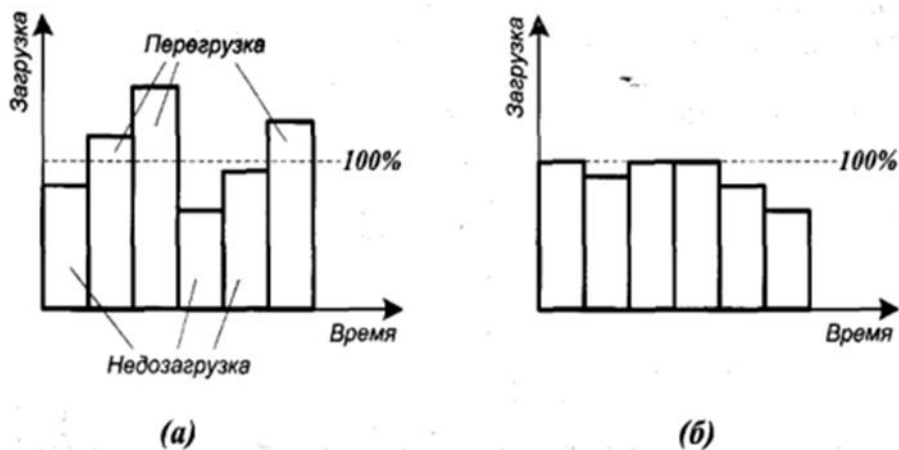

Рис. 5.15 Виды загрузок
- Неограниченная загрузка (Рис. 5.15).
- Ограниченная загрузка (Рис. 5.15).